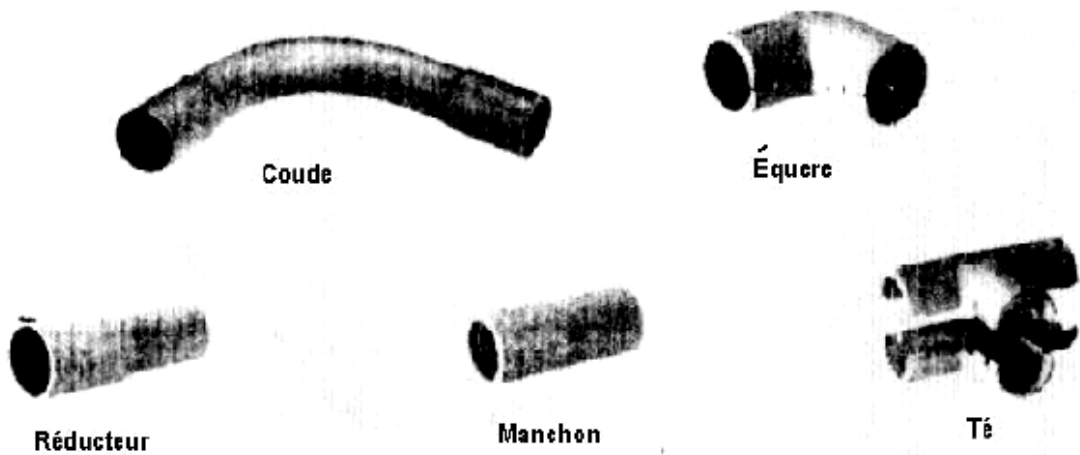

Figure 1.10 – Accessoires des conduits flexibles "non métalliques "
- **Accessoires :** (voir figure 1.10).